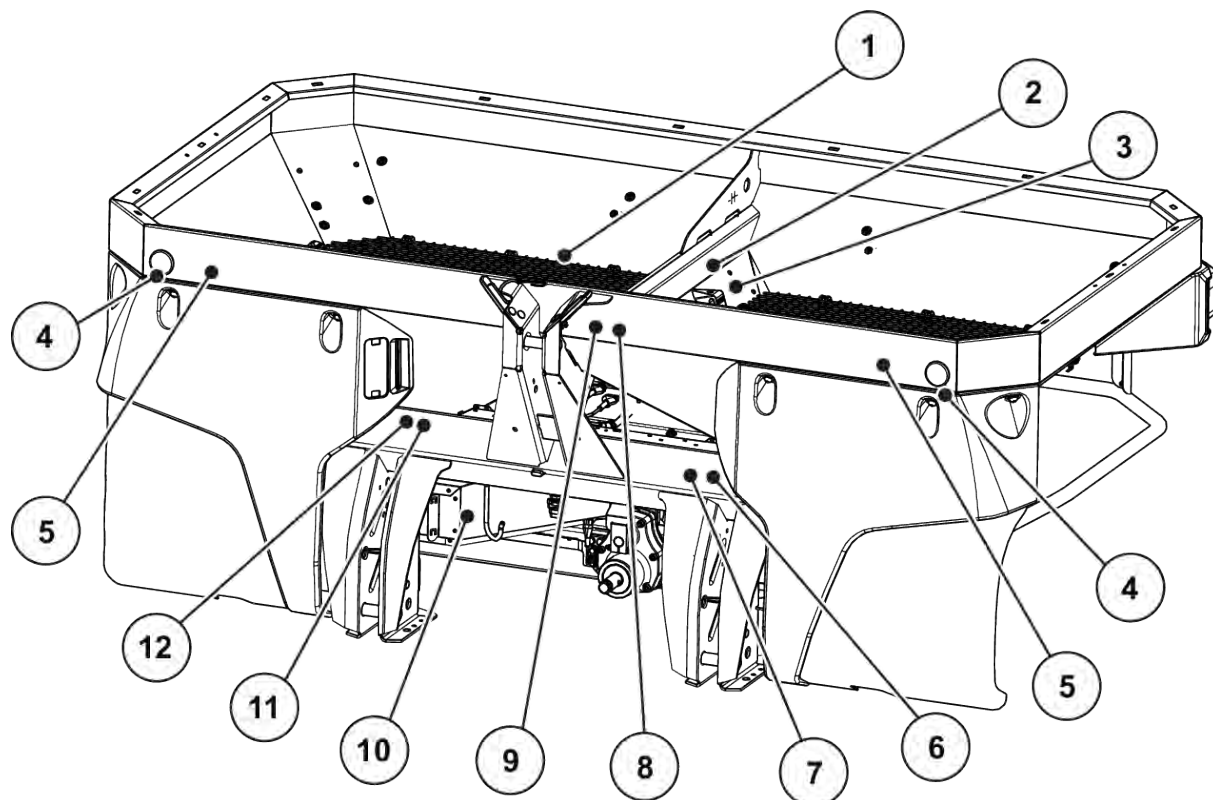

Fig. 2: Beskyttelsesanordninger samt advarsels- og instruktionsmærkater på forsiden
Maskinen er fra fabrikken udstyret med en belysningsanordning og reflekser foran, bagpå og i siderne (placering på maskinen, se *Fig. 2 Beskyttelsesanordninger samt advarsels- og instruktionsmærkater på forsiden*).
- Beskyttelsesanordninger - se *Fig. 2 Beskyttelsesanordninger samt advarsels- og instruktionsmærkater på forsiden*